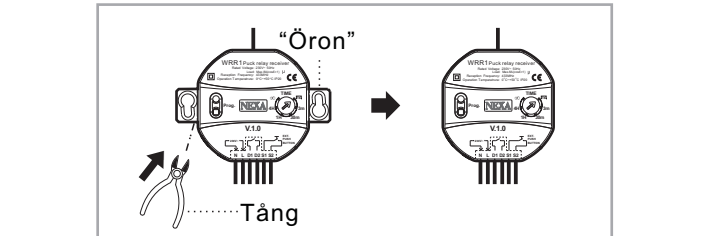

fig.4
3.4.1 Infälld montage i apparat-/kopplingsdosa (Se fig.4 - fig.6-b)
- 3.4.1.1 Avlägsna "öronen" med tång (se fig.4).